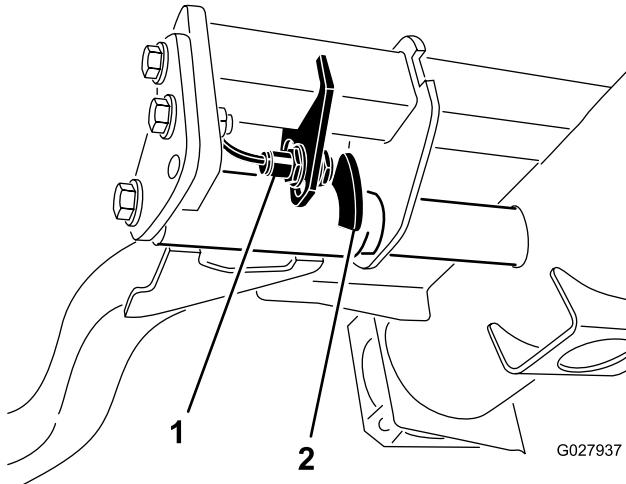

Bild 67
2. Der Hubarmschalter befindet sich unter dem Hydraulikbehälter hinter dem rechten vorderen Hubarm (**Bild 67**).
3. Lösen Sie die Befestigungsschrauben des Schalters und schieben den Schalter nach unten, um die Wendehöhe des Hubarms zu erhöhen, oder schieben Sie den Schalter nach oben, um die Wendehöhe des Hubarms zu verringern (**Bild 67**).